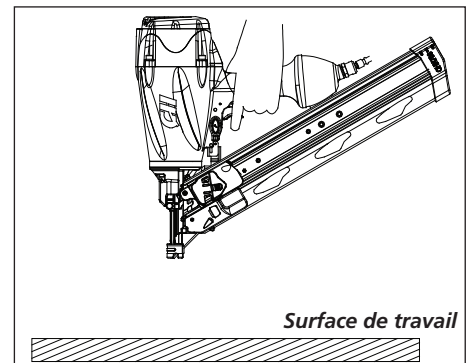

Figure 17
6. Retirer la cloueuse de la surface de travail. La PC doit revenir à sa position originale vers le bas. Tirer la gâchette (voir la Figure 17). La cloueuse **NE DOIT PAS FONCTIONNER**. Ne pas utiliser l'outil s'il fonctionne lorsqu'il est soulevé de la surface de travail. Des blessures pourraient en résulter.